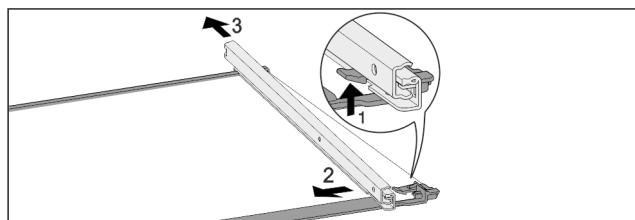

Fig. 124 Стъклена плоча с релси
- ▶ Натиснете нагоре предните фиксиращи палци. Fig. 124 (1)
- ▶ Плъзнете изтеглящата релса настрани Fig. 124 (2) и назад Fig. 124 (3).